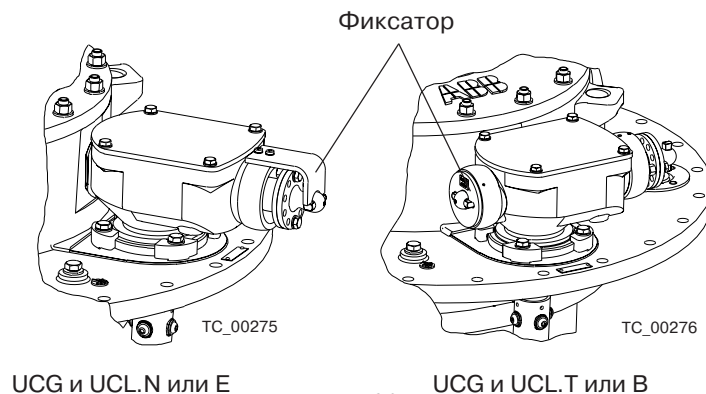

Рис. 32.
1. Снимите фиксатор с редуктора на верхнем фланце, см. Рис. 32. Сохраните фиксатор для установки на прежнее место после измерения коэффициента трансформации. Также снимите крышку конического редуктора для доступа к указателю положений. Сохраните все крепежные детали и прокладку для повторной установки. Отметьте положение устройства РПН.